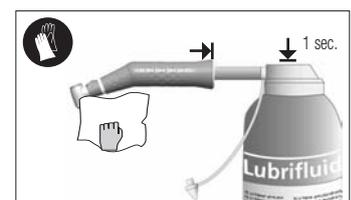

fig. 4
- Azionare lo spray per 1 secondo fig. 4.